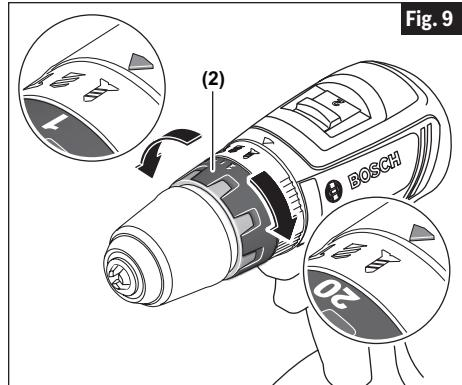

Fig. 9
La herramienta cuenta con 20 posiciones de embrague. El par motor de salida aumentará a medida que la anilla del embrague (2) sea girada del 1 al 20. La posición de taladro “” fijará el embrague para permitir el taladrado y atornillado de piezas que requieren trabajo pesado y también permite cambiar las brocas rápida y fácilmente en el mandril de apriete sin llave (Fig. 9).